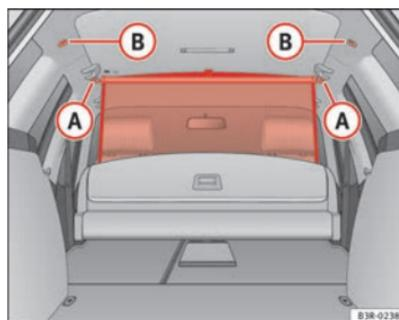

Abb. 121 Aufnahmeösen für das Trennnetz
- Hängen Sie die Querstange in die Aufnahmeösen **(B)** ⇒ Abb. 121 ein.
⇒ Seite 152, Abb. 121 ein.